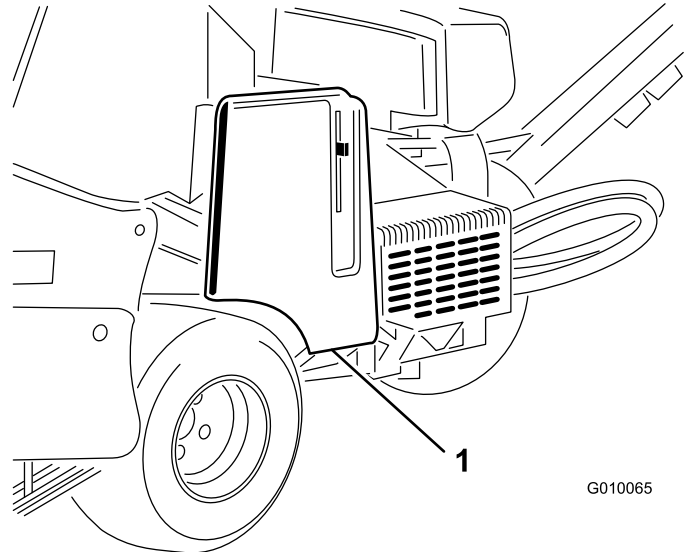

Figura 55
2. Destrancue e retire a cobertura da correia (Figura 55).